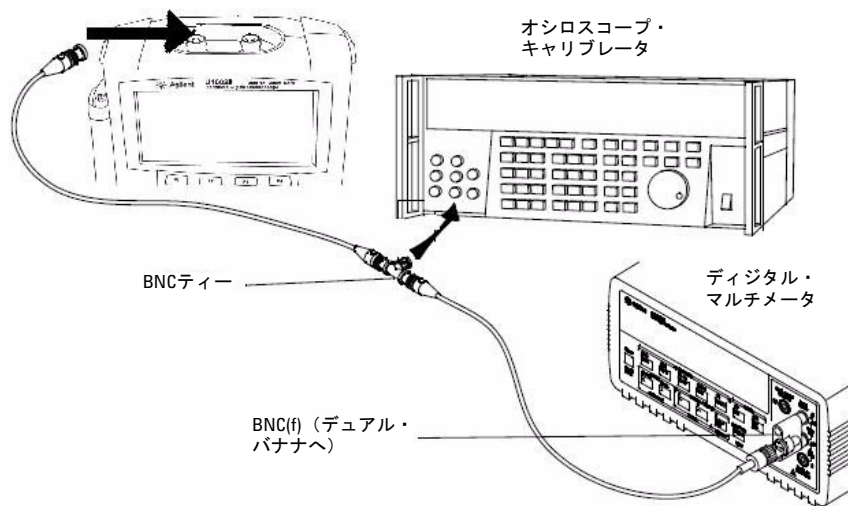

図7-1 キャリブレーションから測定器／デジタル・マルチメータへのテスト接続
- 図7-1のように、BNCティーとケーブルを使って、キャリブレーション／電源を測定器とマルチメータに接続します。